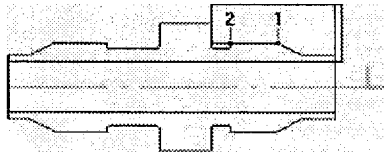

Рисунок 3.10 – Схема створення «ТО Нарезать/Резьбу»
5. Натиснути кнопку «Добавить», «Х торца» і вказати точку 1 (рис. 3.10).
6. Натиснути кнопку «Добавить», «D нач.» і вказати точку 2 (рис. 3.10).